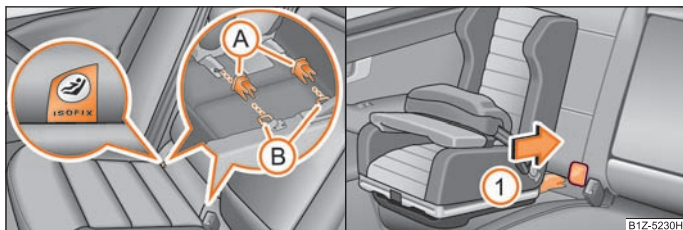

Fig. 109 Inelele de prindere (sistem ISOFIX) / scaunul pentru copii ISOFIX se montează în dispozitivele de prindere existente
Între spătarul scaunelor din spate și suprafața de șezut, se găsesc două inele* pentru fixarea scaunului pentru copii cu sistem „ISOFIX”. La scaunele laterale din spate, inelele se găsesc sub tapiserie. Locurile de amplasare sunt marcate prin însemnul „ISOFIX” ⇒ fig. 109 - stânga.
- Elementul de prindere (A) se introduce în inelele (B) existente la baza îmbinării spătarului scaunului cu perna ⇒ fig. 109.
- Împingeți brațul de fixare al scaunului în inelele de prindere în sensul indicat de săgeata (1), până se fixează cu zgomot ⇒ fig. 109.